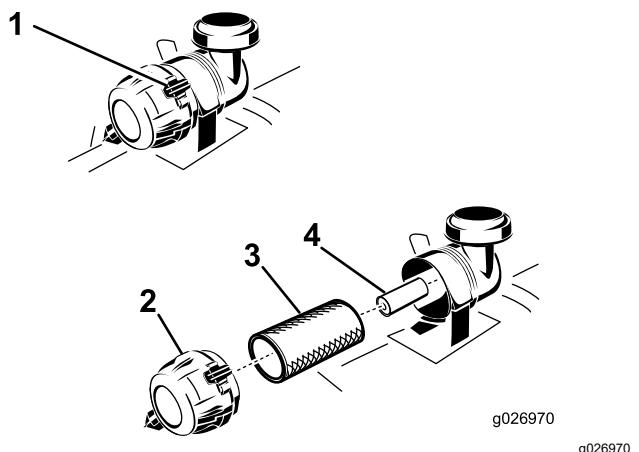

Figure 38
- Ouvrez les attaches du filtre à air et détachez le couvercle du boîtier du filtre (Figure 38).
- Sortez le préfiltre du boîtier du filtre avec précaution (Figure 38).
- Si vous remplacez l'élément intérieur, insérez-le avec précaution dans le boîtier du filtre (Figure 38).
- Placez ensuite le préfiltre sur l'élément de sécurité avec le même soin (Figure 38).
- Montez le couvercle, reniflard en bas, et tournez-le pour que les attaches verrouillent le couvercle en place (Figure 38).